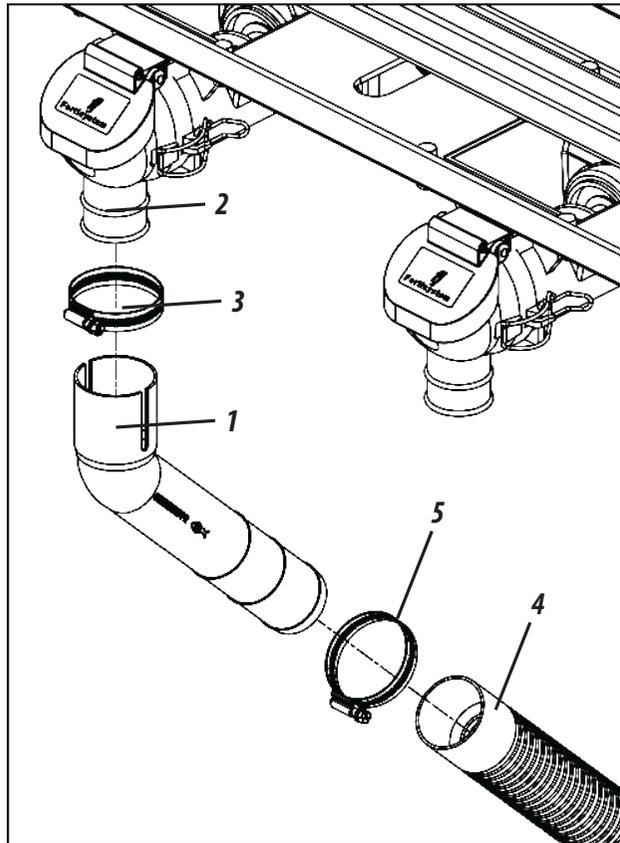

Figura 32
-Para llevar el fertilizante desde el dosificador al suelo, encajar los picos en grado (1) en las salidas del conductor del fertisystem (2) a través de los clips (3). Luego, coloque las mangueras (4) en las boquillas en grado (1) a través de los clips (5), **como se muestra en la Figura 32.**